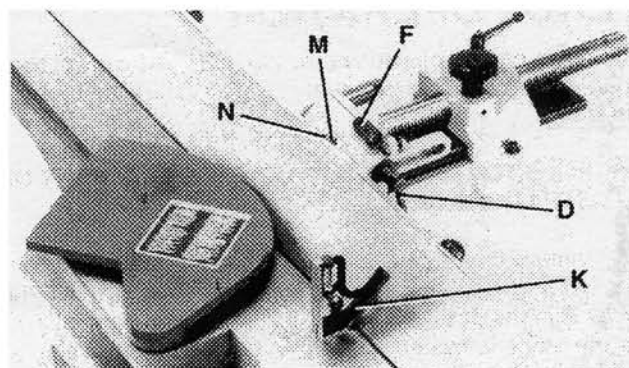

FIGURE 38
5. Basculez l'arrêt pivotant (F) Fig. 38, inclinez le guide vers l'arrière le plus loin possible et serrez la poignée de verrouillage (D). Placez un équerre (K) sur la table et contre le guide et vérifiez si le guide est à 45° vers l'arrière de la table.
6. Si un ajustement est nécessaire, désérrez la poignée de verrouillage (D) Fig. 38, et l'écrou de verrouillage (M). Tournez la vis d'ajustement (N) jusqu'à ce que le guide soit à 45° à la table.